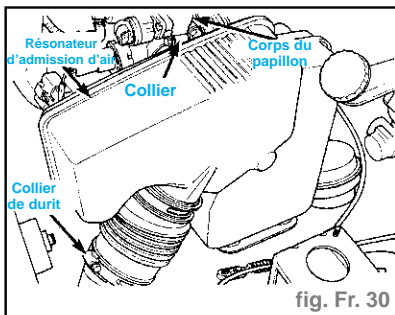

fig. Fr. 30
- Déposer en bloc le résonateur d'admission d'air et les durits, du corps du papillon et le boîtier de l'épurateur d'air (fig. Fr. 30).
- Poser ensemble le résonateur d'admission d'air et les durits sur le corps du papillon et le boîtier de l'épurateur d'air. Fixer convenablement le collier de durit au d'épurateur d'air et au corps du papillon (fig. Fr. 30).